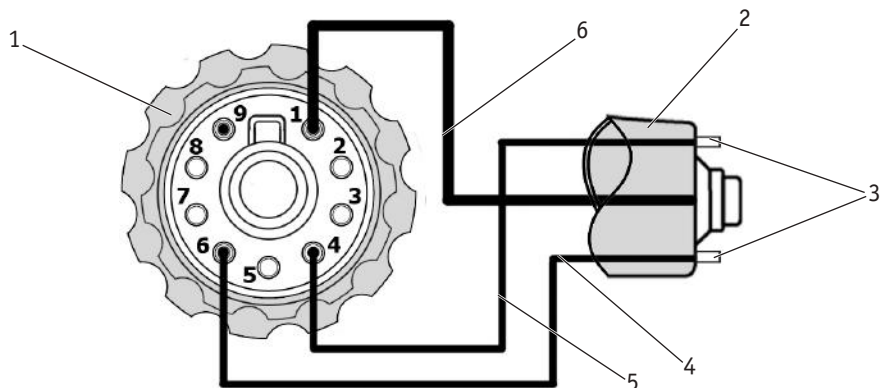

Рис. 7.11. Схема разъёма автоматического плазматрона.
1. Разъём центральный кабельный (См. рис. 7.11).